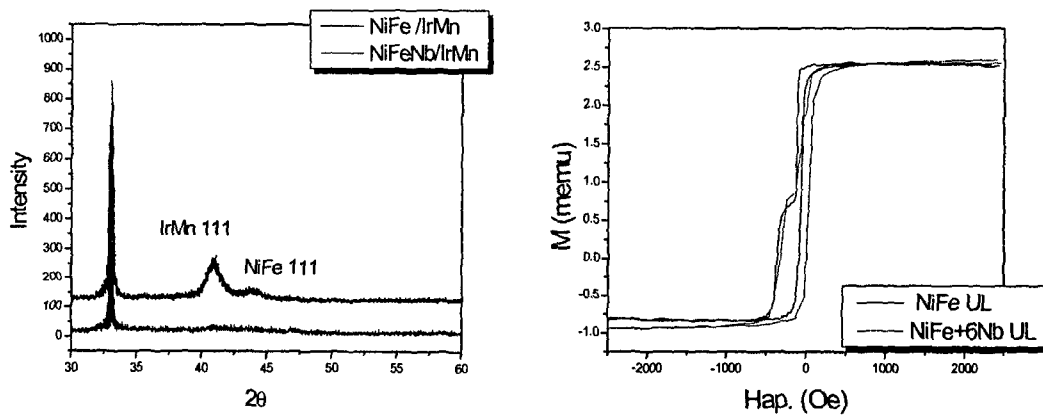

Fig.2. (a) XRD peak Ta(5nm)/UL(80nm)/IrMn(20nm) (b) hysteresis loop of bottom electrode Ta(5nm)/UL(80nm)/IrMn(20nm)/CoFe(4nm)
Tunnel junction의 각 layer를 flat하게 하기 위하여 IrMn의 underlayer (UL)로 쓰이는 NiFe에 Nb를 첨가하여 grain size를 줄였다. Junction의 각 layer는 매우 얇은 두께를 가지므로, 각 층의 grain size와 texture는 UL의 영향을 받는다. 연구 결과에 의하면 IrMn의 grain size가 줄어들면 exchange bias가 감소하므로 TMR에 유리하지 못하다. 따라서 Nb첨가에 따른 exchange bias 측정을 위하여 bottom electrode만을 증착하여 자기적 특성을 분석 하여 결과를 Fig.2에 나타내었다. NiFe UL을 이용한 경우 IrMn의 Xray peak intensity가 NiFe+Nb UL의 경우보다 현저히 높으나 exchange bias는 두 경우 모두 as-deposit 상태에서 ~250Oe 정도로 높은 값을 나타내었다. 이 결과로부터 tunnel junction에서 NiFe+Nb를 IrMn의 UL과 freelayer로 이용하였다. 제작된 junction은 as-deposit 상태에서 MR ~ 25% 수백k m²을 나타내었으며 250℃ 열처리 후에 MR ~35%까지 증가하였다.